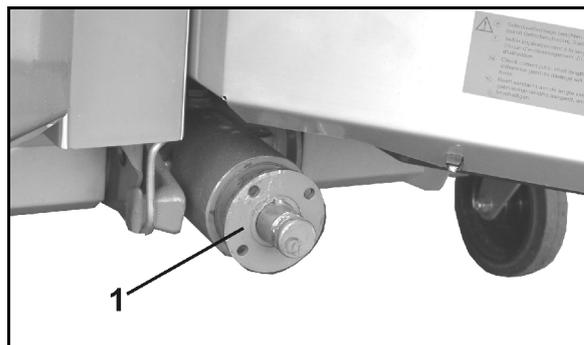

Fig. 24
1. Estrarre mediante un estrattore la boccola flangiata (Fig. 24/1) dall'albero primario del cambio.